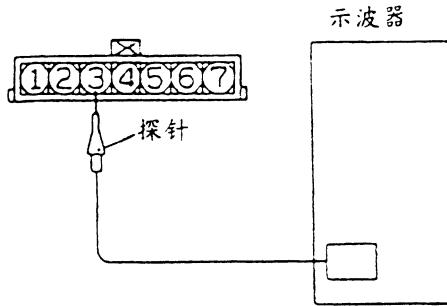

图 3-9 使用示波器检查波形
- (1) 拆下空气流量传感器接头, 在接头之间连接专用工具(测试线: MB991709)。
- (2) 如图 3-9 所示, 将示波器的探针接到空气流量传感器接头 3 号端子。